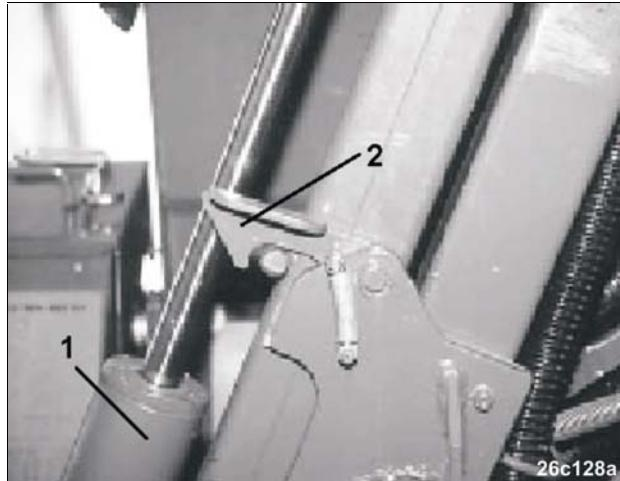

Рис. 133
- Приведите в действие гидравлический цилиндр (Рис. 133/1) и приведите внешние высыпающие аппараты в транспортное положение и заблокируйте при помощи защелки (Рис. 133/2), как изображено на иллюстрации.